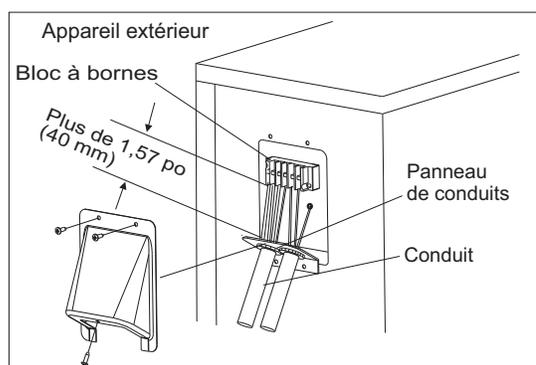

Figure 13 – Câblage sur place
5. Raccordez le conduit au panneau de conduits (voir figure 13).